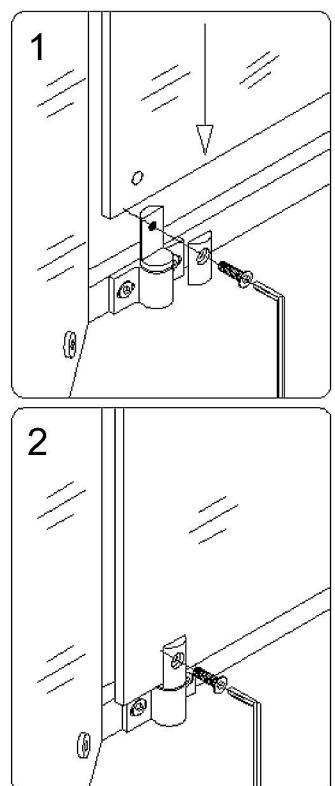

Рис. 8
6. Установите **Петли (07)** на верхней и нижней **Крепежных перекладинах (05)** используя **Болты с плоской головкой M8x12 (17)**.
7. Разберите **Петли (07)**. Отложите в сторону крепежные пластинки, аккуратно поместите **Стеклянную дверь (04)** на **Петли** и прикрепите крепежные пластинки. (Рис. 8)